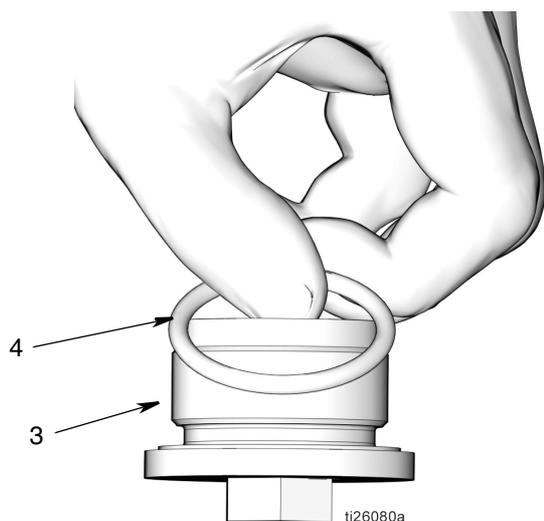

FIG. 56
- d. Aplique una capa fina de grasa en la junta tórica (4). Monte la junta tórica en la tuerca de tope del pistón (3) (FIG. 56).